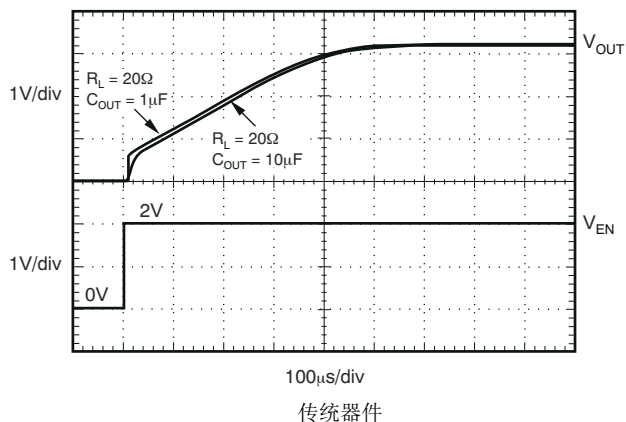

图 5-39. TPS73701-Q1 导通响应
使能引脚 (EN) 高电平有效并且与标准 TTL-CMOS 电平兼容。 V_{EN} 低于 0.5V (最大值) 会将稳压器关闭并将 GND 引脚的电流降至大约 10nA。当 EN 用来关闭稳压器时，导通晶体管的栅极电荷会被完全清除。 V_{EN} 高于 1.7V (最小值) 会打开稳压器，并且输出会斜升至稳定的 V_{OUT} (请参阅图 5-39)。